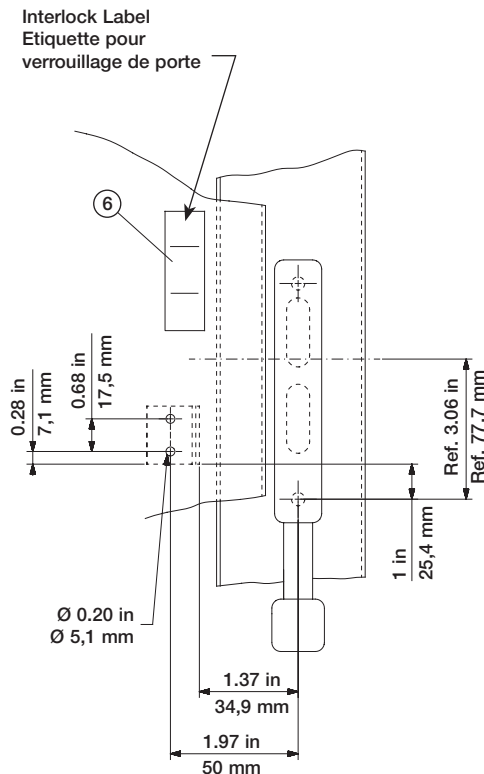

Figure 3
4. Drill the Door (See Figure 3).
4. Percer la porte (voir figure 3).